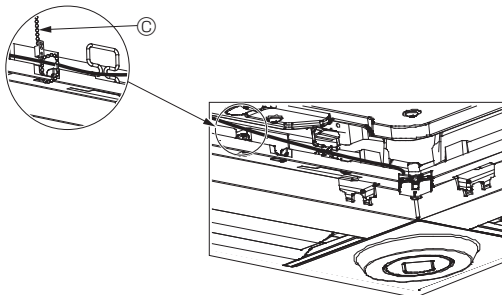

Fig. 10-12
- Στερεώστε τα σύρματα του αισθητήρα i-See και του δέκτη σήματος στο πλαίσιο με το σφιγκτήρα, όπως φαίνεται στο διάγραμμα, ώστε να μην υπάρχουν χαλαρά σημεία στα σύρματα και, στη συνέχεια, αποκόψτε το άκρο του σφιγκτήρα που προεξέχει. (Fig. 10-12)
- Αν η θέση του αισθητήρα i-See έχει αλλάξει από τη θέση "ο" (E) στη θέση "□" (F), τροποποιήστε τις ρυθμίσεις λειτουργίας. (Ανατρέξτε στη σελίδα 134.)